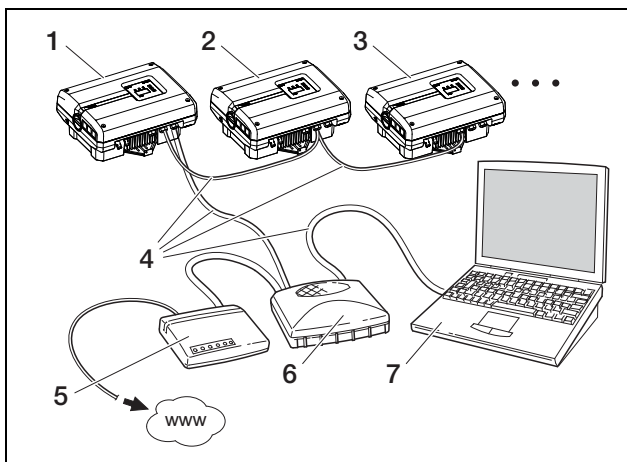

Abbildung 52: Netzwerkeinstellungen mit manueller Netzwerkkonfiguration bei externem DSL-Router, Subnetzmaske: 255.255.255.0, ☒ externer Router
- Oder Sie betreiben den Wechselrichter an einem DSL-Anschluss mit Router und wollen sich von außerhalb über den Router mit dem Wechselrichter verbinden (Abbildung 52).